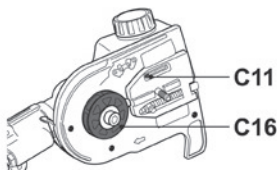

Fig. 69
- > Compruebe el puerto de lubricación (C11) por si estuviera atascado, y límpielo si es necesario para garantizar una lubricación adecuada de la espada y la cadena durante el uso de la herramienta. Utilice un alambre blando lo suficientemente pequeño para poder insertarlo en el orificio de descarga de aceite (Fig. 69).